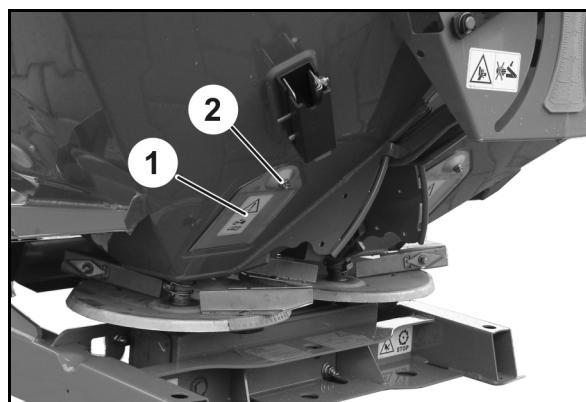

Рис. 85
Для удаления остатков удобрения **ZA-X** оснащен 2 разгрузочными заслонками (Рис. 85/1).
2. Отверните гайку (Рис. 85/2).